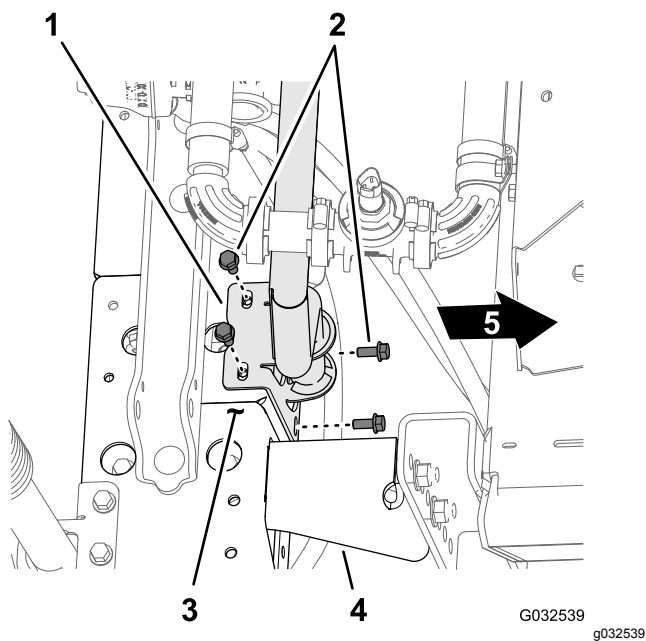
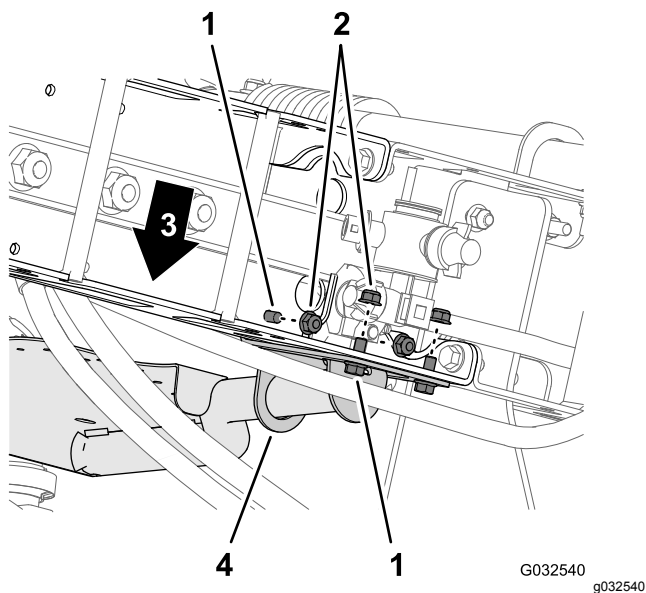

图88
图89
- 将阀门安装架的安装支架上的孔与中间喷洒臂段桁架上的孔对齐 图88。
- 使用 4 个螺栓5/16 x 3/4 英寸和 4 个凸缘锁紧螺母5/16 英寸将阀门安装架安装到桁架框架上 图88 和 图89。